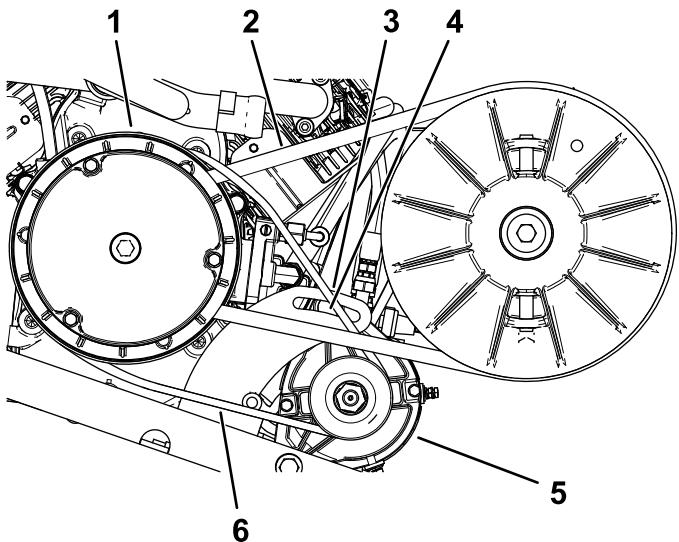

Bild 70
2. Lösen Sie die Drehmutter für den Startergenerator (Bild 70).
4. Drücken Sie das Stemmeisen nach unten, um den Starter nach unten im Schlitz zu drehen, bis die Riemenspannung nur eine Riendurchbiegung von 6 mm erlaubt, wenn Sie eine Kraft von 44 N·m aufbringen (Bild 70).
5. Ziehen Sie die Drehmutter mit der Hand an und entfernen das Stemmeisen (Bild 70).